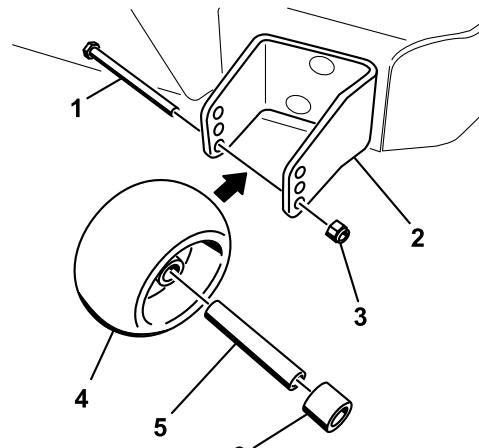

Bild 17
3. Nach dem Einstellen der Schnitthöhe sollten Sie die Rollen einstellen. Nehmen Sie die Bundmutter, die Büchse, das Distanzstück und die Schraube ab (Bild 17).
5. Setzen Sie die Bundmutter, die Büchse, das Distanzstück und die Schraube ein. Ziehen Sie sie auf 54 bis 61 Nm an (Bild 17).